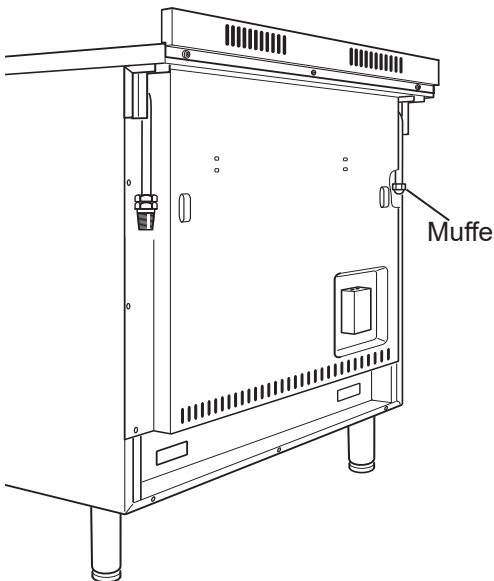

Fig. 2.1a
- Gastilførslen tilsluttes bagerst på apparatet til gasrøret til højre eller venstre. (Fig. 2.1a). Tilslutningsslangen må ikke krydse apparatets bagside.